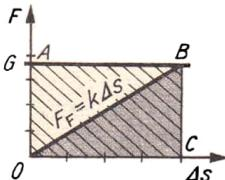

Bild 35
3. Bild 35. Die von der Gewichtskraft verrichtete Arbeit entspricht der Rechteckfläche $OABC$; die als potentielle Energie der Feder gespeicherte Energie der Dreiecksfläche BOC . Die Hälfte der von der Gewichtskraft verrichteten Arbeit wird nach dem Loslassen des Körpers in Schwingungsenergie umgewandelt. Diese wird beim Abklingen der Schwingung durch Luftreibung und Reibung innerhalb der Feder in Wärmeenergie umgewandelt.